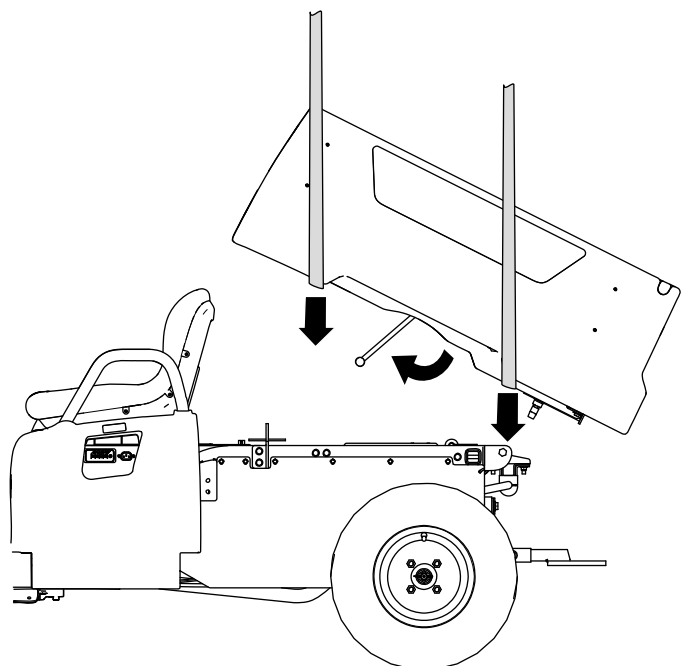

Figura 4
3. Usando equipos de izado en la parte delantera y trasera de la plataforma de carga, eleve la plataforma y alinéela sobre el bastidor de la máquina con el conjunto de soportes de giro hacia atrás (Figura 4).